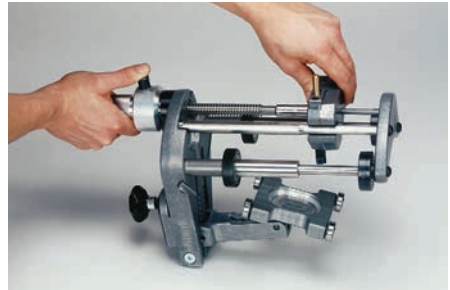

Abb. 4
- Messergehäuse (7) auf erforderliche Schällänge einstellen: Teleskopgestänge bis zum Anschlag herausziehen. Entriegelungsknopf (9) am Rollgriff drücken und Messergehäuse (7) auf die entsprechende Dimensionsmarkierung grob einstellen (Abb. 4).